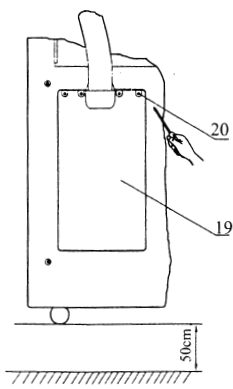

Рис. 11
1. Перед отсоединением трубки отключите подачу питания и положите внутренний блок на основание, оставив небольшое пространство между нижней частью блока и землей (см. рисунок 11).
1. Положите внутренний блок на основание, оставив небольшое пространство между нижней частью блока и землей (см. рисунок 11).
2. Подключите левую муфту быстрого соединения: насадите муфту (5) на муфту (2), затем с помощью гаечного ключа (22) поворачивайте гайку (3) муфты по часовой стрелке до момента полной затяжки.
3. Подключите правую муфту быстрого соединения: насадите муфту (14) на муфту (17), затем с помощью гаечного ключа (22) поворачивайте гайку (16) муфты (14) по часовой стрелке до момента полной затяжки. Внимание: используйте гаечный ключ (21) для блокировки шестигранников (4) и (15) муфты с целью предотвращения возможного скручивания соединительной трубки.
5. Аккуратно вставьте водяной шланг (1) в шланговое соединение между двумя муфтами.
6. Вставьте вилку в гнездо (7). Прикрепите соединительный провод (8) от соединительной трубки к блоку кондиционера, используя скобу крепления электропроводки (проводной зажим) (9).
7. Присоедините муфты быстрого сцепления (5) и (14) к соединительной трубке (11), используя хомут соединительной трубки I (13) и хомут соединительной трубки II (10).
8. Установите крышку быстрого соединителя (19) и закрепите ее четырьмя винтами (20).